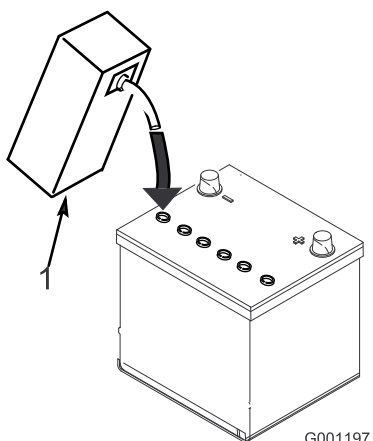

图5
3. 小心为每个电池注入电解液直到电池极板被大约6mm 的液体覆盖图5。
4. 等待约 20 至 30 分钟以便电解液渗透到极板内。必要时加注电解液使电解液保持在加注井底部约 6mm 范围内图5。